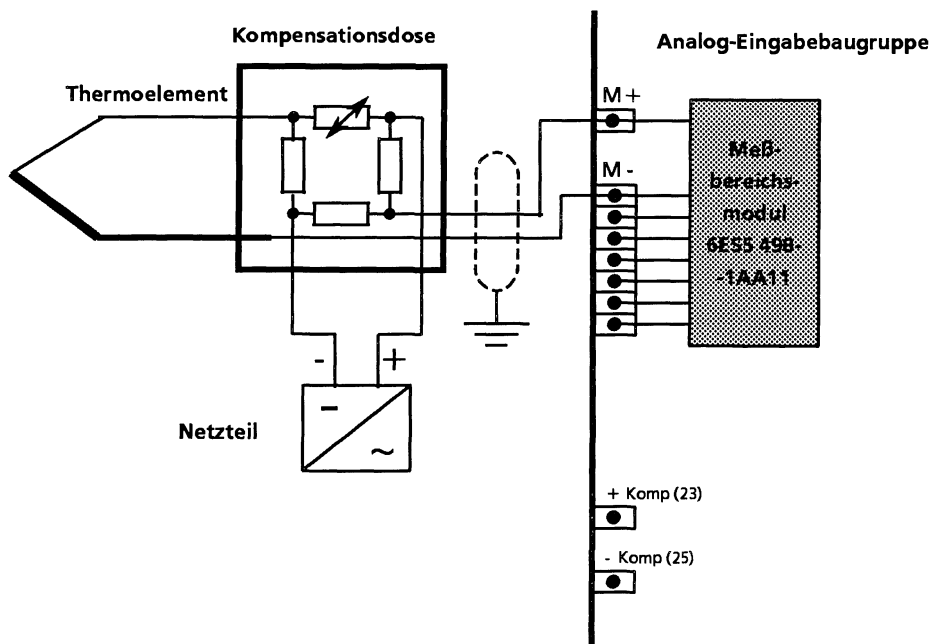

Bild 10.5 Anschluß einer Kompensationsdose an den Eingang einer Analog-Eingabebaugruppe
- Führen Sie die verbleibenden Anschlüsse von Kompensationsdose und Thermoelement an die Analogbaugruppe heran (Klemme M+ und M- → Bild 10.5).